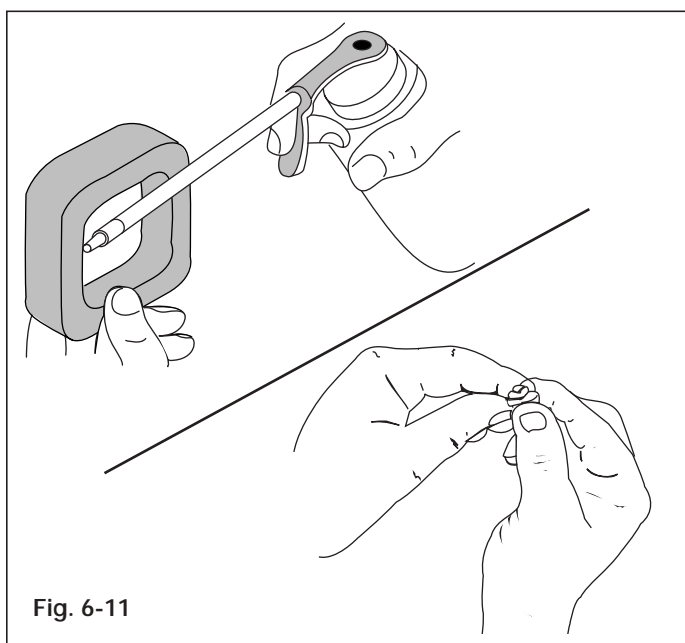

Fig. 6-11
4. Aplique suficiente aceite de motor limpio SAE 30 para apenas recubrir el filtro (Fig. 6-11).
5. Apriete el filtro para desparramar y eliminar el exceso de aceite (Fig. 6-11).